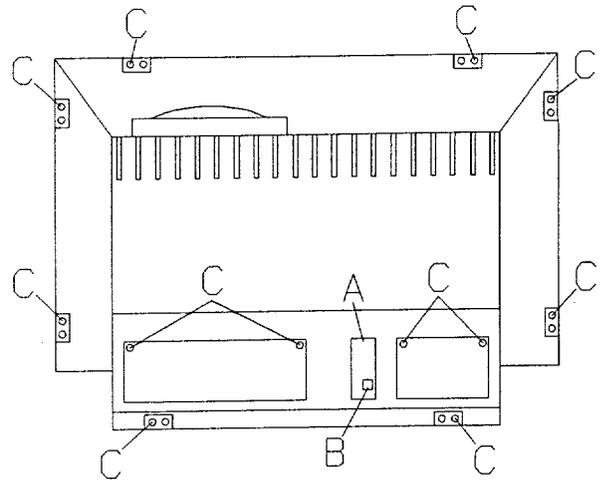

Fig 4.1
1. Dépose de la paroi arrière (Fig. 4.1)